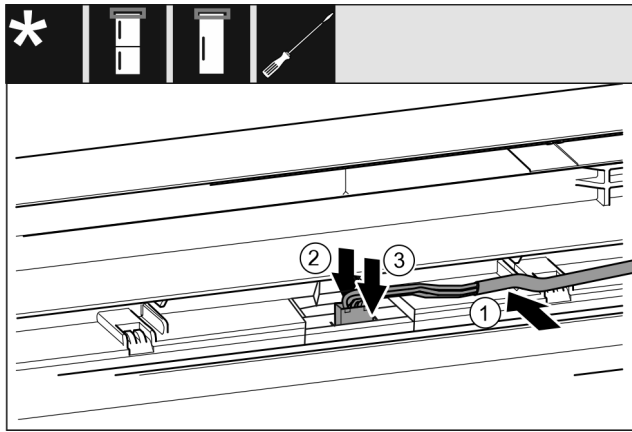

Fig. 44
- ▶ Τοποθετήστε το γκρι καλώδιο στον οδηγό στην επάνω πόρτα. Fig. 44 (1)
- ▶ Πιέστε την προεξοχή ασφάλισης προς τα πίσω. Fig. 44 (2)
- ▶ Κουμπώστε το φιν. Fig. 44 (3)